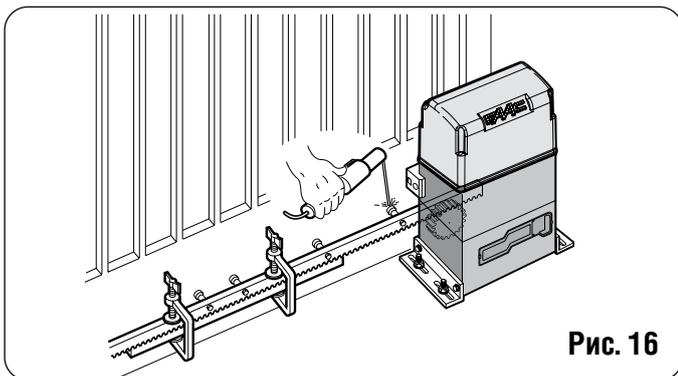

Рис. 16
5) Совместить вторую часть рейки с предыдущей с помощью отрезка рейки (как показано на рис. 16) для синхронизации обоих элементов.